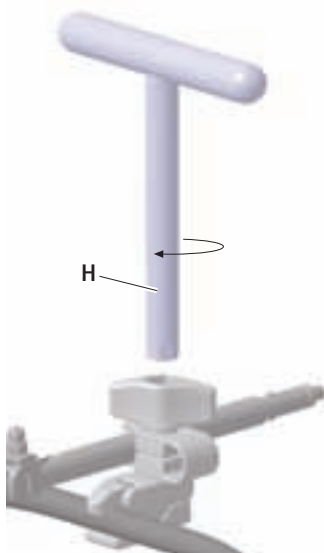

Fig. 8
- Stringere il dado di fissaggio **1** fino al completo bloccaggio. Eventualmente restringere con la chiave a **T H**, vedere Fig. 8.